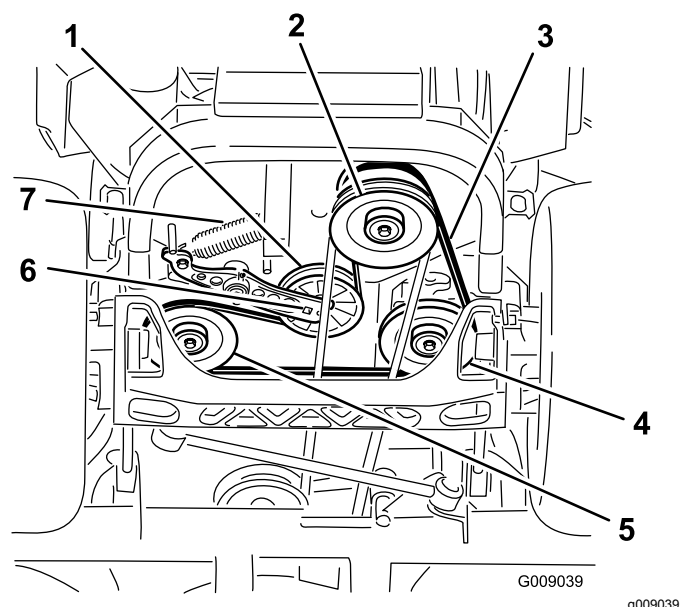

Figure 88
4. Soulevez la machine sur des chandelles (Figure 88).
5. Insérez un rochet dans le trou carré du bras de la poulie de tension pour déposer le ressort (Figure 88).
6. Décrochez le ressort de la poulie de tension du cadre (Figure 88).
9. Insérez un rochet dans le trou carré du bras de la poulie de tension pour installer le ressort de la poulie sur le cadre (Figure 88).